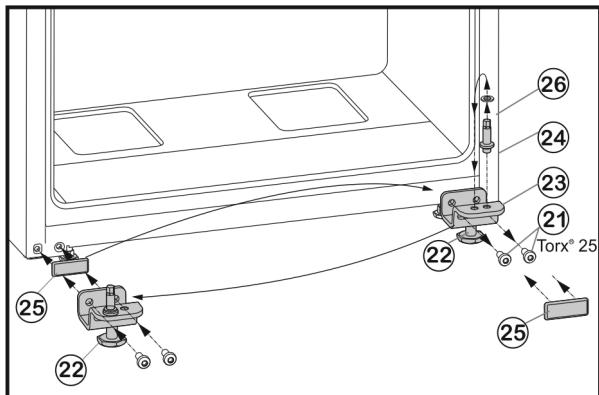

Fig. 8
- Bevestigingsschroeven Fig. 8 (21) losschroeven.
- Onderste scharnierplaat Fig. 8 (23) volledig met scharnierbouts Fig. 8 (24), schijf Fig. 8 (26) en stelvoet Fig. 8 (22), verwijderen.
- Scharnierbouts Fig. 8 (24) volledig met schijf Fig. 8 (26) losschroeven, terugplaatsen in het tegenoverliggende opnamegat van de scharnierplaat en weer vastschroeven.
- Afdekplaat Fig. 8 (25) voorzichtig verwijderen en terugplaatsen op de andere zijde.
- Onderste scharnierplaat Fig. 8 (23) volledig met scharnierbouts Fig. 8 (24), schijf Fig. 8 (26) en stelvoet Fig. 8 (22) weer op de nieuwe scharnierzijde evt. met behulp van een accuboormachine **vastschroeven (met 4 Nm)**.
- Deur van bovenaf op de scharnierbouts Fig. 8 (24) plaatsen.
- Stelvoet Fig. 8 (22) uit de onderste scharnierplaat Fig. 8 (23) draaien totdat deze op de grond ligt.